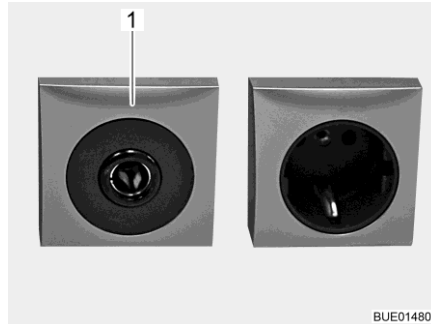

Fig. 117 Presa 12 V/10 A
- ▷ Alle prese (Fig. 117,1) della rete di bordo a 12 V, connettere solo apparecchi funzionanti al massimo a 10 A.